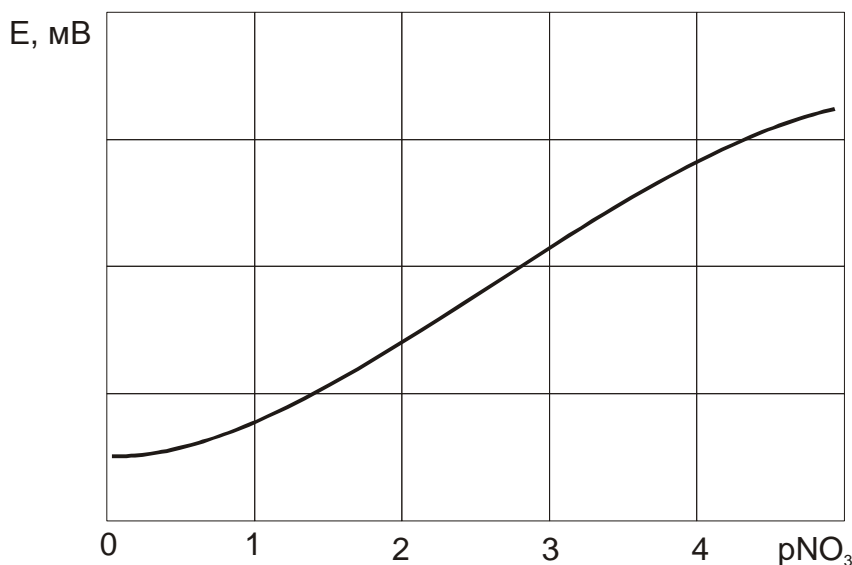

Рисунок 1 - Электродная характеристика
- вскрыть крышку 7 отсека на задней панели прибора (рисунок 1), для чего отвернуть винт крепления крышки отсека;